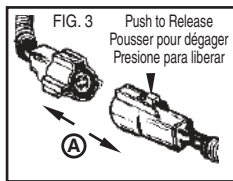
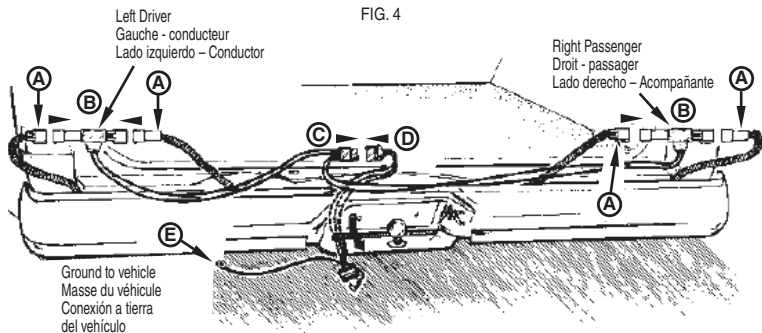

FIG. 3
FIG. 4
Step 3 Unplug these connectors **A** (See Fig. 3) and insert the vehicle connector as shown **B** (See Fig. 4) making sure the one marked "Left Driver" is installed on the driver side of the vehicle and that the one marked "Right Passenger" is installed on the passenger side.
Étape 3 Débrancher ces raccords **A** (fig. 3) et insérer le raccord du véhicule comme montré à **B** (fig. 4) en s'assurant que celui qui est marqué « Left Driver » est installé sur le côté conducteur, et que celui qui est marqué « Right Passenger » est installé du côté passager.
Paso 3 Desenchufe estos conectores **A** (vea Fig. 3) e introduzca el conector del vehículo como se muestra en **B** (vea Fig. 4) asegurándose de que el conector identificado con "Left Driver" (Lado izquierdo – Conductor) se instala en el lado del conductor del vehículo y que el identificado con "Right Passenger" (Lado derecho – Acompañante) se instale en el lado del pasajero.